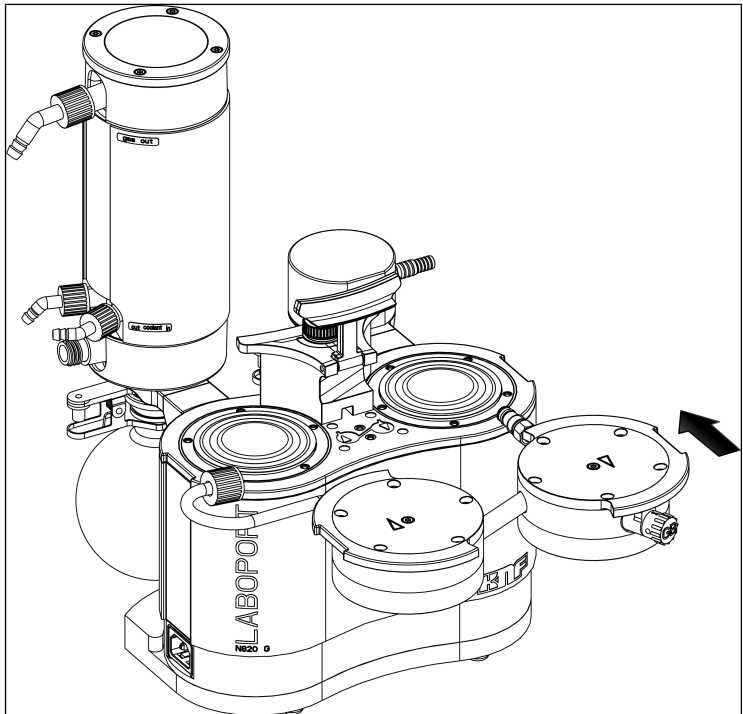

Abb. 16: Pumpenkopf montieren
1. Bringen Sie die Membranen (7) in Mittelstellung.
2. Drücken Sie den Rand beider Membranen (7) rundum an.
3. Setzen Sie den Kopfdeckel (3) entsprechend des Passstiftes (5) auf die Zwischenplatte (6).
4. Setzen Sie die Druckplatte (2) entsprechend des Bleistiftstrichs auf den Kopfdeckel (3).
5. Ziehen Sie die innenliegende Kopfschraube (1) in der Mitte der Druckplatte fest (Anziehmoment: 1 Nm).
7. Setzen Sie die beiden Pumpenköpfe (bestehend aus Kopfdeckel (3), Zwischenplatte (6) mit Ventilplatten/Dichtungen (4) und Druckplatte (2)) zusammen mit dem Verschaltungsrohr entsprechend dem Bleistiftstrich auf das Pumpengehäuse (siehe Abb. 16).
- i** Achten Sie dabei darauf, dass die Schlauchverbindung (11) gerade in den Abscheideranschluss eingeführt wird.
8. Schrauben Sie die Überwurfschraube der Schlauchverbindung (11) 1-2 Umdrehungen von Hand ein.